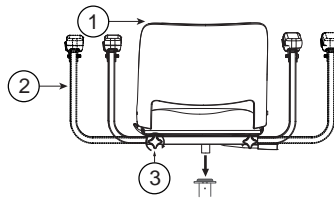

Abbildung 12
2. Bewegen Sie die Armlehnen in die gewünschte Position und ziehen Sie die Einstellschrauben wieder fest, um den Abstand zwischen den Armlehnen zu ändern (siehe Abbildung 12).